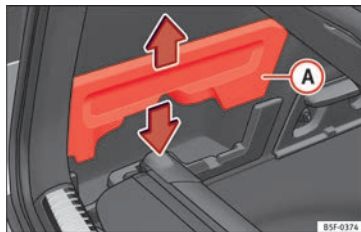

Fig. 166 Dans le coffre à bagages : logement pour ranger la plage arrière.
- Retirez les couvercles » **fig. 166 A** gauche et droit.